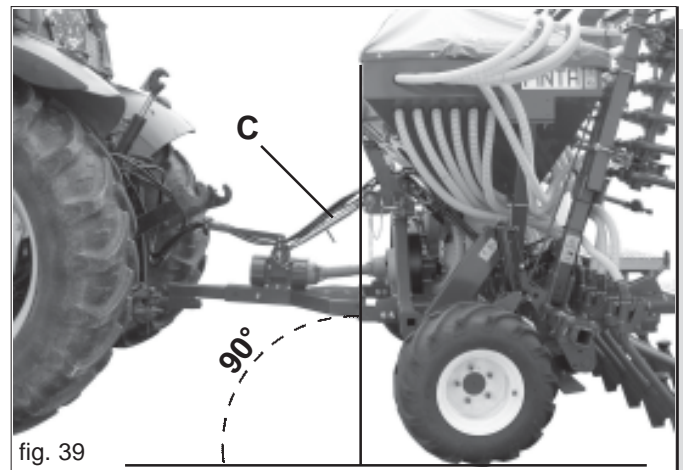

fig. 39
- 1) Das Gerät an den Zughaken des Traktors anschließen. Den Kupplungsbolzen mit dem entsprechenden Sicherungsstift sichern; anhand der Einstell-Spannstange (C Abb. 39) die Sämaschine so verstellen, dass sie rechtwinklig zum Boden steht (Abb. 39).